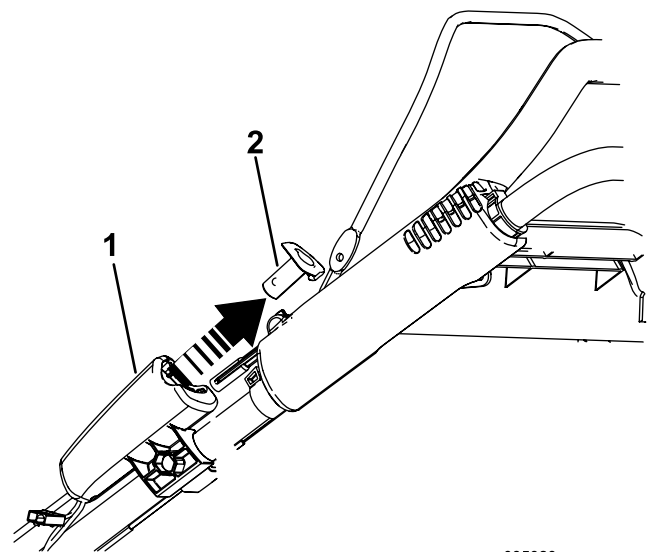

Figure 21
1. Pour les modèles à démarrage électrique **uniquement**, retirez le bouton de démarrage électrique ; voir la Figure 21.